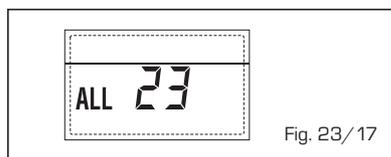

Fig. 23/17
- **ANOMALIE PANNE SONDE COLLECTEUR SOLAIRE S1 "ALL 24"** (fig. 23/18)